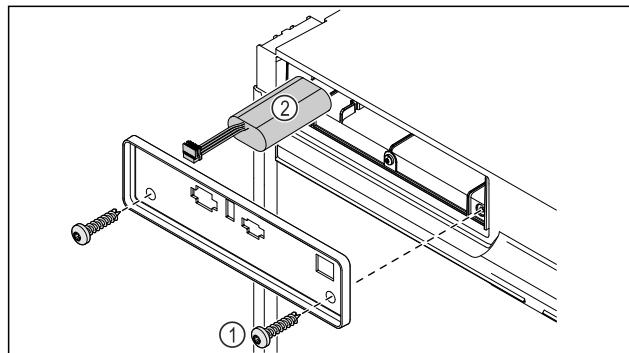

Fig. 189
- Викрутити гвинти і зняти кожух на задньому боці пристрою Fig. 189 (1).
- Батарею від'єднати та вийняти Fig. 189 (2).